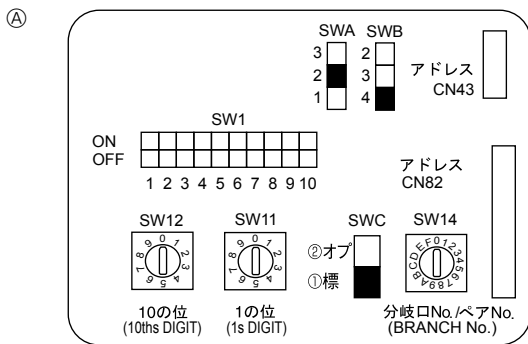

Fig. 4-4
4.6. Ρύθμιση διακοπών για υψηλό ταβάνι ή κατά την αλλαγή του αριθμού εξόδων του αέρα (Fig. 4-4)
4.7. Διερεύνηση θερμοκρασίας δωματίου με το ενσωματωμένο διερευνητικό σε ελεγκτή εξ αποστάσεως (Fig. 4-4)
4.5. Ρύθμιση διευθύνσεων (Fig. 4-4)